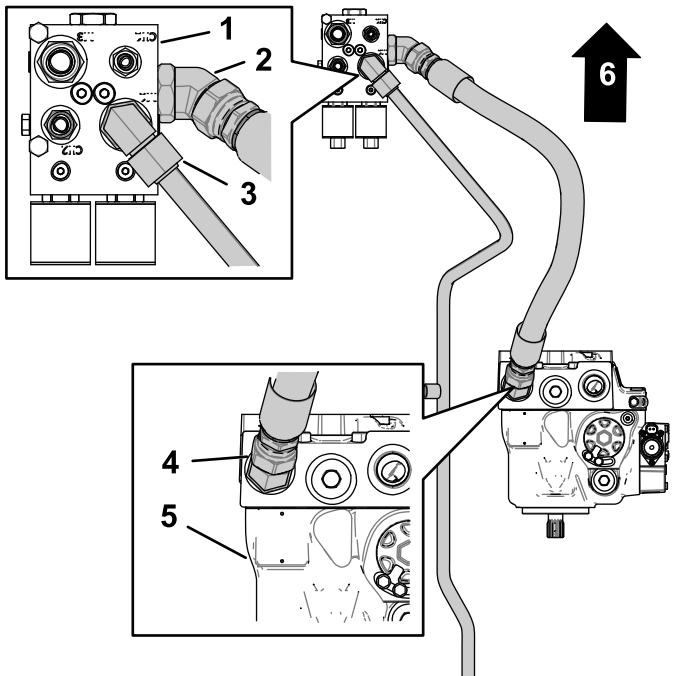

Figura 8
1. Allineate il dado del tubo anteriore per il tubo della trazione posteriore con il raccordo a gomito nel collettore del divisore di flusso (Figura 7 e Figura 8).
4. Introducete un'estremità diritta del flessibile della pressione nel raccordo della pompa idraulica (Figura 8).
6. Introducete l'altra estremità diritta del flessibile della pressione nel raccordo sul lato del collettore del divisore di flusso (Figura 8).